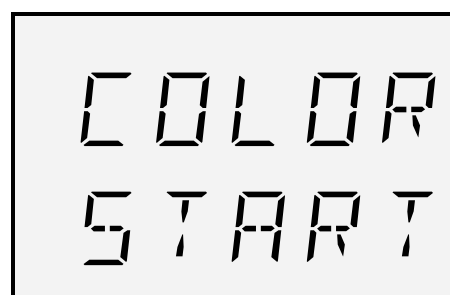

Fig. 13: Schermata "Avvio luce colorata"
7. Con il tasto ◀ uscire dal menu. Viene visualizzata la schermata "Modalità luce colorata"(Fig. 13).